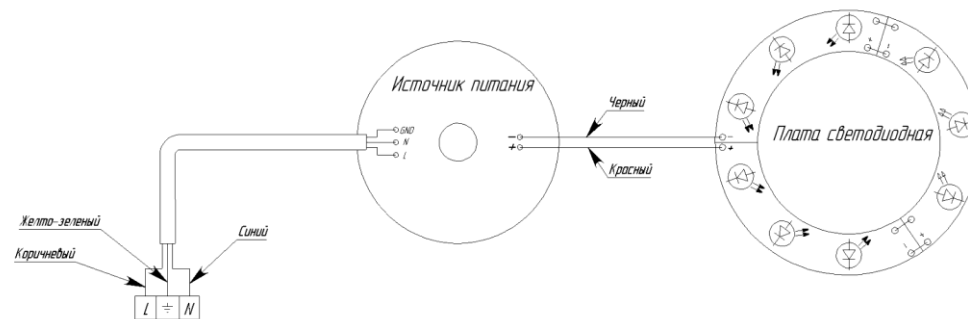

Рисунок 1
5.2 Подключить провода сети к проводам, выходящим из светильника, согласно схеме включения (рисунок 1), при этом нулевой провод сети подключить к синему проводу; фазный провод – к коричневому проводу, а провод заземления к проводу заземления желто-зеленого цвета. Для подключения использовать комплектную клеммную колодку фирмы “FUCON”.